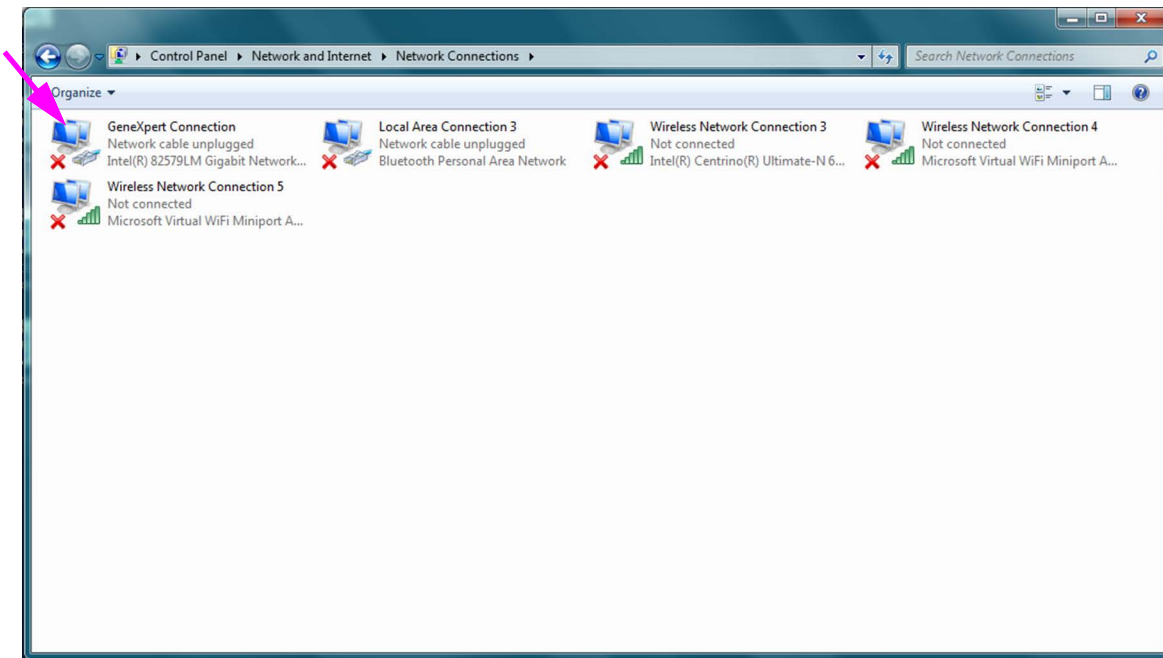

Abbildung 2-39. Bildschirm „Network Connections“ (Netzwerkverbindungen)
5. Klicken Sie auf **Change adapter settings (Adaptoreinstellungen ändern)**. Der Bildschirm **„Network Connections“ (Netzwerkverbindungen)** wird angezeigt. Siehe Abbildung 2-39.